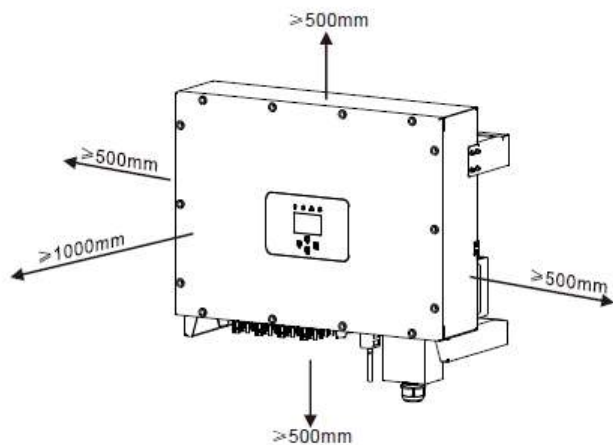

Imagen 4.3 Espacio de instalación
- Si instala más de un inversor, debe dejar al menos 500mm de hueco entre cada inversor, en sentido horizontal y vertical. Debe instalar el inversor fuera del alcance de los niños. Ver imagen 4.3